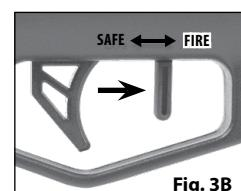

Fig. 3B
2. Aftrækkersikringen er i affyringsposition og "OFF SAFE", når aftrækkersikringen er i positionen "FIRE" og ikke kan komme længere fremad (Fig.3B).